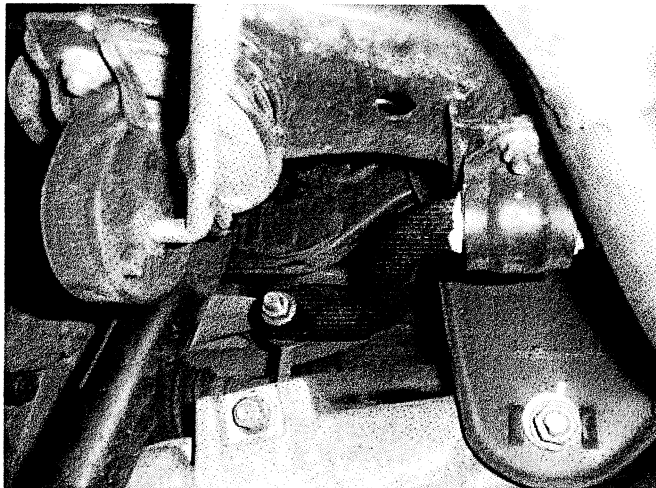

Bild 1
- Mittellager, links und rechts, durch je 2 Schrauben (SW13) lösen. Bild 1